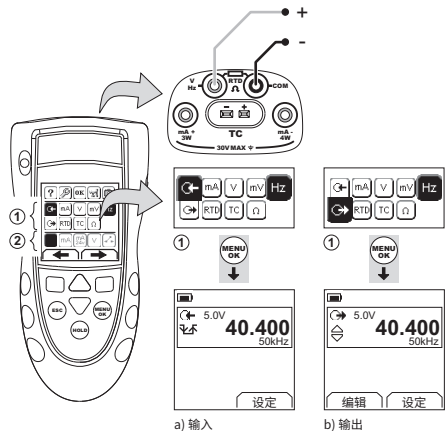

图6：示例配置 - 测量/供电脉冲 (Hz)
1. 连接设备 (图6), 如果有必要, 调整设置 (表1)。